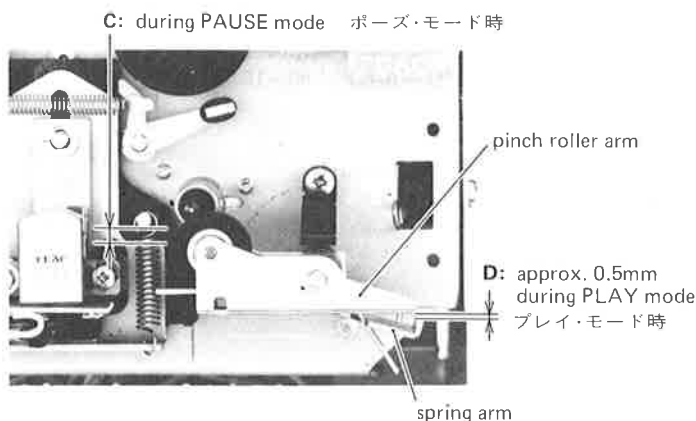

Fig. 4-4
1. With the deck in the play mode, check that there is a clearance of approx. 0.5 mm between the pinch roller arm and the spring arm ("D" in fig. 4-4).
4. Repeat switching operations from STOP to PAUSE mode two or three times, and make sure that when repeating steps 1 and 2, the clearances "D" and "B" are within the specified range respectively. Also make sure there is a clearance between head base and spring stud ("C" in fig. 4-4).
Note: During play operation, make sure there is a clearance of approx. 0.5 mm between the pinch roller arm and the spring arm. Refer to fig. 4-4.
1. プレイ・モードにして、ピンチ・ローラ・アームとスプリング・アームのすき間 (図4-4の D) が約0.5mm であるか確認する。
4. ストップ・モードからポーズ・モードへの切換え操作を 2, 3 度繰り返した後、再度 1, 2 項のチェックをして、間隔 D と B がそれぞれ規定通りか確認する。また、ヘッド・ベースとスプリング支柱との間 (図4-4の C) にすき間があるか確認する。
注意: プレイ・モード中、ピンチ・ローラ・アームとスプリング・アーム間に約0.5mmのすき間があるか確認する (図4-4参照)。